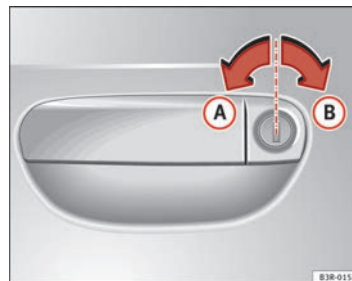

Abb. 70 Schlüsseldrehungen zum Öffnen und Schließen
- Drehen Sie den Schlüssel im Schloss der Fahrertür in Öffnungsstellung **A** ⇒ Abb. 70 nach links.
- Drehen Sie den Schlüssel im Schloss der Fahrertür in Schließstellung **B** ⇒ Abb. 70 nach rechts ⇒ . ▶
Drehen Sie hierzu den Schlüssel im Schloss der Fahrertür **zweimal** hintereinander in kurzer Folge in Schließstellung (B) ⇒ Abb. 70.